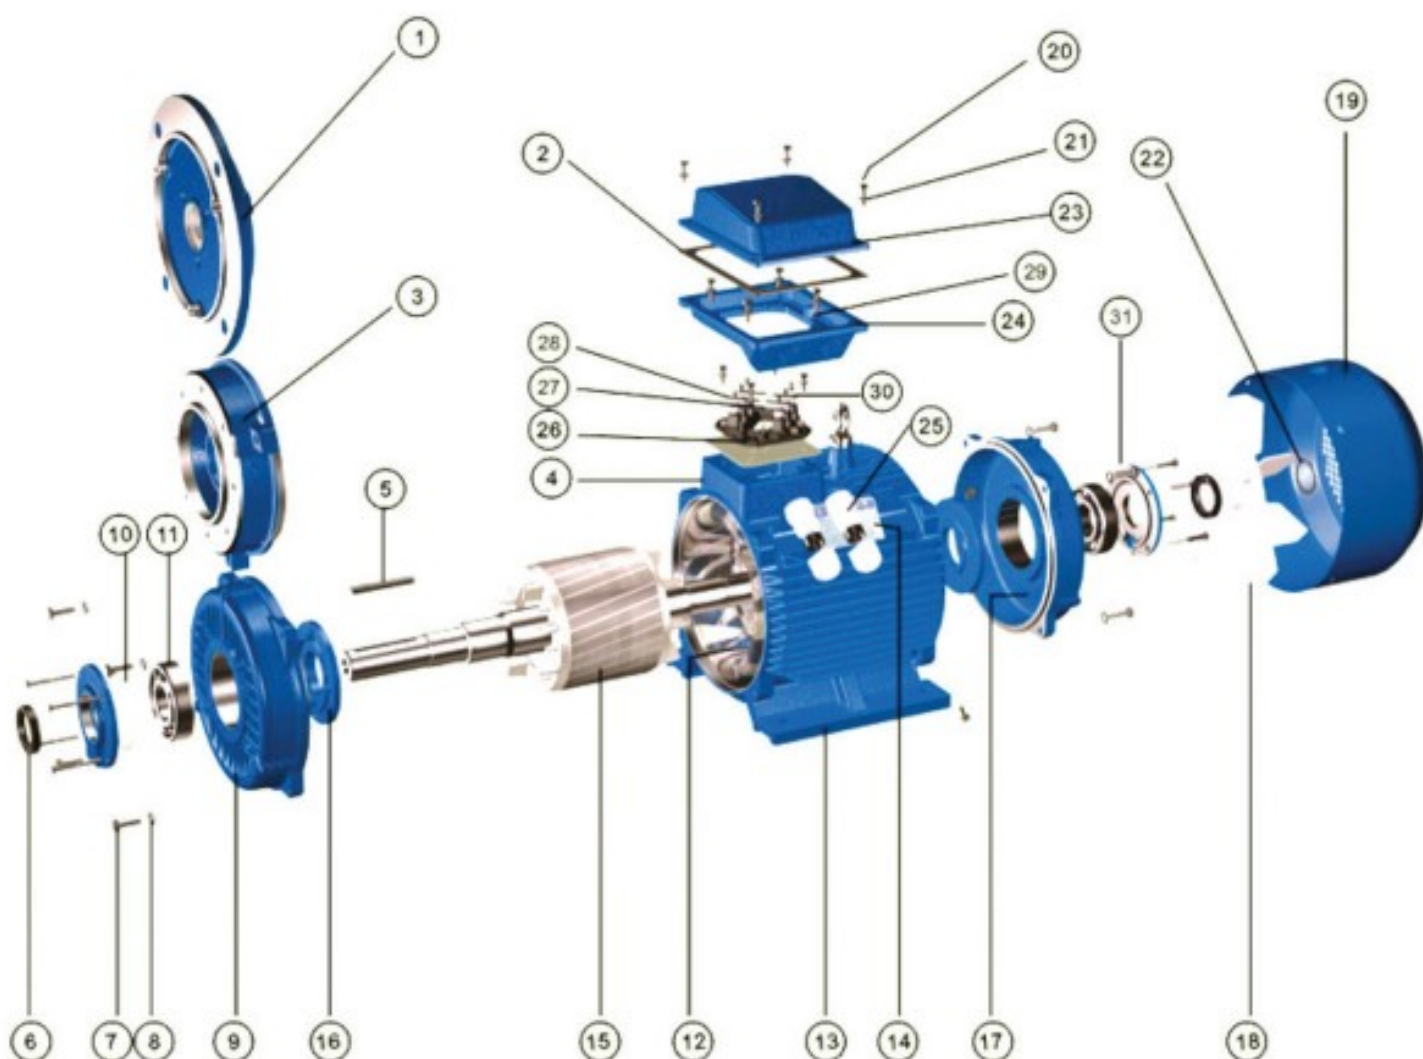

Рисунок 1
11.3.3.7 Извлечь шпонку 5 (Рисунок 1)
11.3.3.8 Отвернуть болты крепления кожуха и снять кожух 19 (Рисунок 1)
11.3.3.9 Извлечь стопорное кольцо 22 и с помощью съемников снять вентилятор 18 (Рисунок 1)
11.3.3.10 Отвернуть болты, крепящие крышки подшипников 16, а также подшипниковые щиты 9, 17 (Рисунок 1)
11.3.3.11 Снять переднюю наружную крышку подшипника и подшипниковые щит 9 (Рисунок 1)
11.3.3.13 Отвернуть болты, крепящие крышки подшипников 31 (Рисунок 1)
11.3.3.14 Снять крышку подшипника 31 и подшипниковый щит 17 (Рисунок 1)